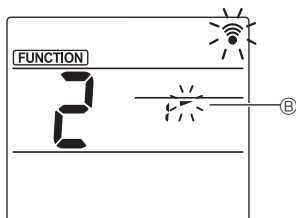

Fig. 3-3
- ③ Indstilling af ventilatorvingevinkel (Fig. 3-3) Tryk på [▲]-knapperne for at vælge ventilatorvingevinkel B. Ret den trådløse fjernbetjening mod modtageren på indendørsenheden, og tryk på [SET]-knappen.
- ④ Tryk på [MENU]-knappen for at gennemføre indstillingerne.